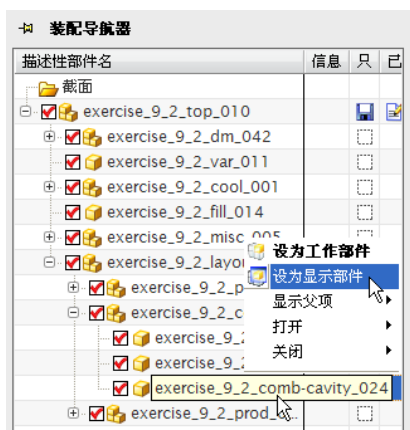
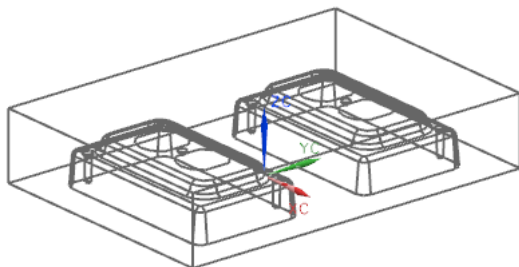

图 9-95 设置装配导航器
图 9-96 型腔为显示部件
(1) 如图 9-95 所示，在装配导航器中将型腔设为显示部件，只显示型腔如图 9-96 所示。